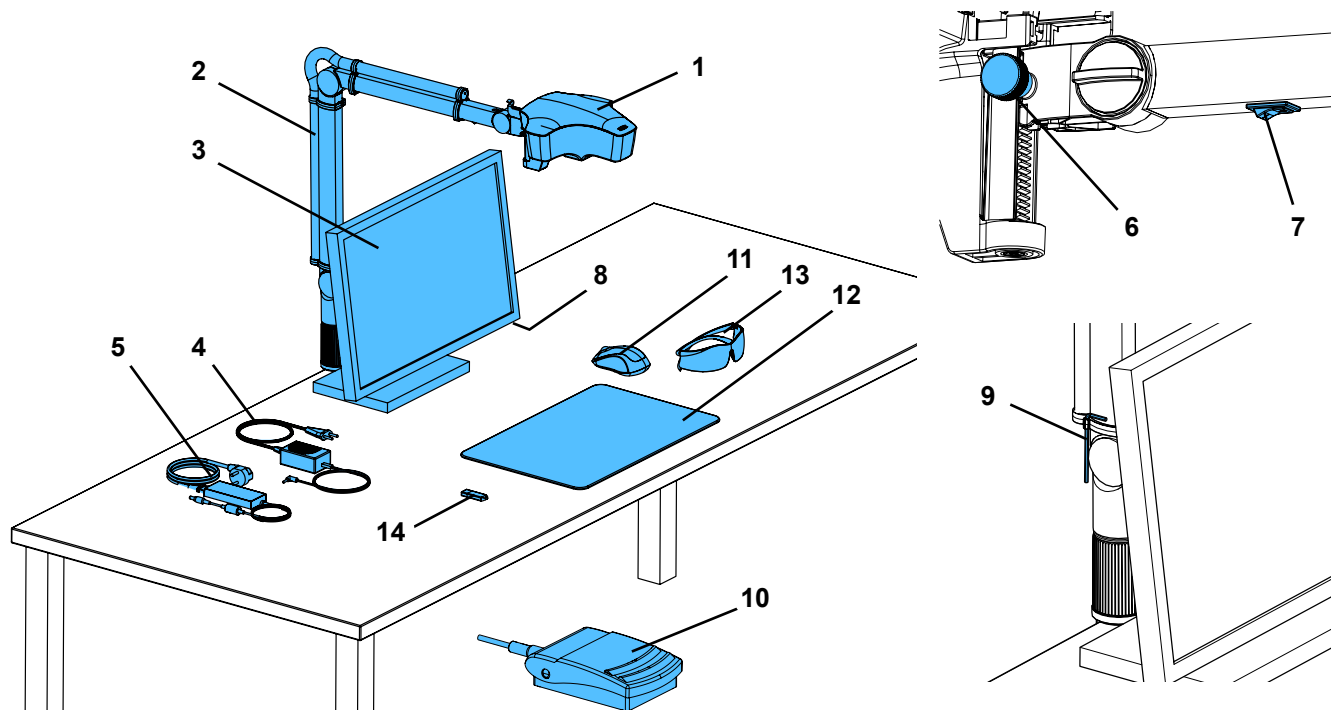

Рис. 1
- ⇒ Поместите подложку для стола (12, Рис. 1) на рабочий стол.
⇒ Мышь (11, Рис. 1) поместите рядом с подложкой для стола.
⇒ Педаль (10, Рис. 1) поместить под столом..
- Крепежный винт на головке (31).
- Средний зажимной винт (32).
- Зажимной винт на ножной части (33).
- Зажимной винт (34) с прилагаемым инструментом (9, Рис. 1).
- Зажимной винт (35) с прилагаемым инструментом (9, Рис. 1).